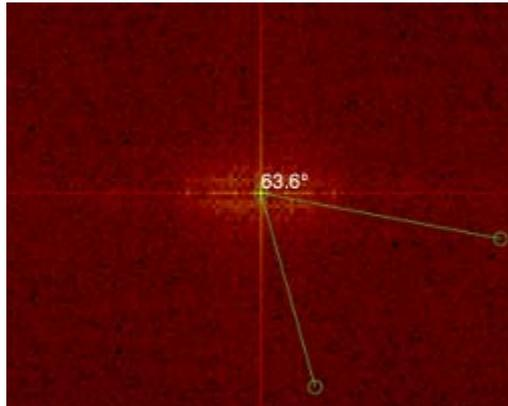

Рис. 5-43
– при работе с Фурье-образом выполняется функция измерения угла между направлениями на различные частотные компоненты Фурье-спектра. После нажатия кнопки, щелчком мыши зафиксируйте на Фурье-образе первую точку. Затем, щелчком мыши зафиксируйте вторую точку. Измеряемый угол является углом, образованным отрезками от зафиксированных точек до общей точки в центре Фурье-образа. Величина угла (от 0 до 180°) отображается напротив его вершины (Рис. 5-43);